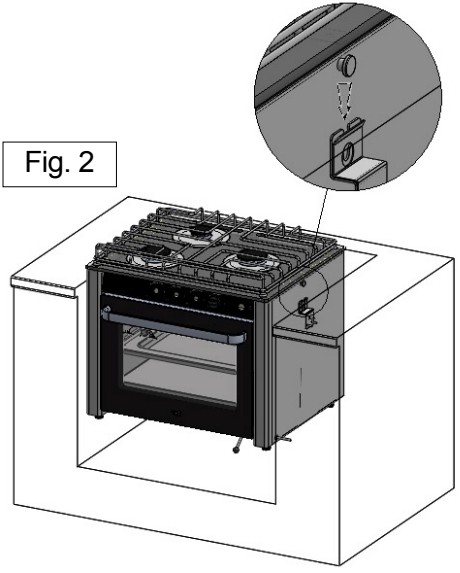

Fig. 2
- Fixer la cuisinière aux étriers de fixation, comme indiqué en **Fig. 2**